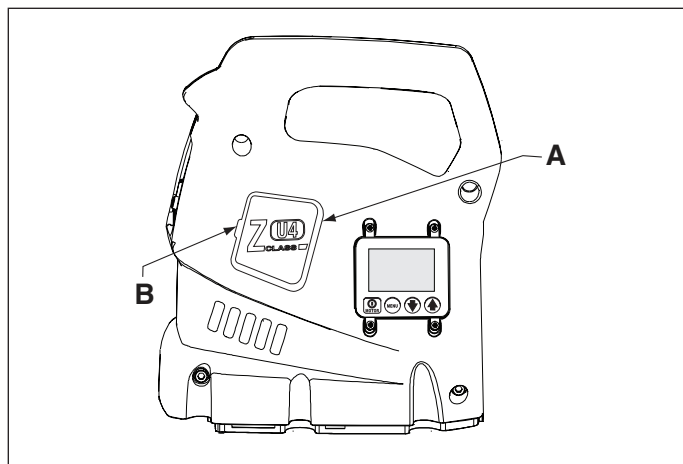

Рис. 8. Снятие крышек щеток
2. Снимите обе крышки щеток (А), отжав защелку (В) и аккуратно поддев крышку. См. рис. 8.